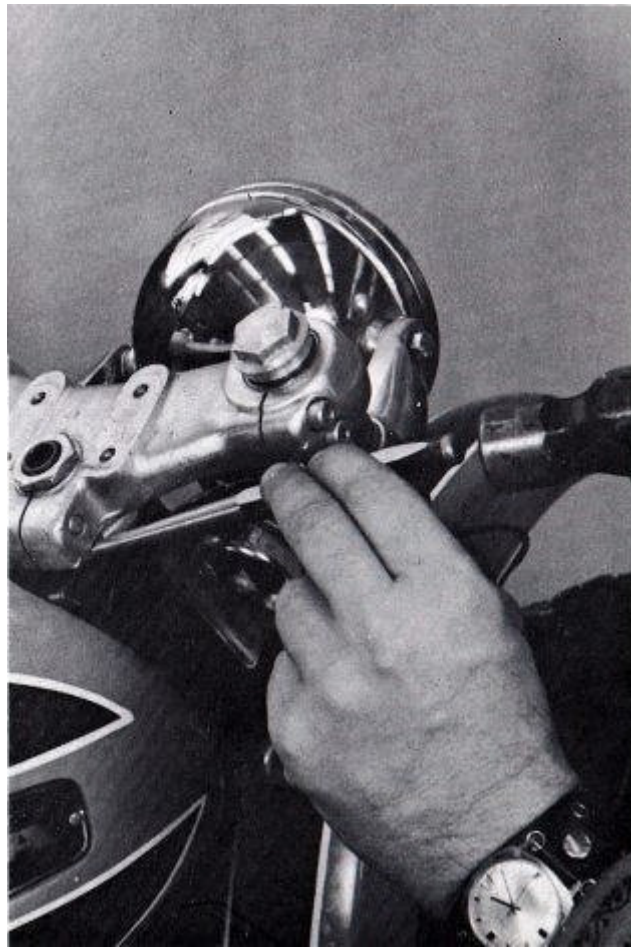

FIG. 187
25. Para ajustar los rodamientos de dirección, a su vez la columna de dirección tuerca collar 1 / 8 vuelta hacia la derecha golpeando con un mazo y la deriva. (Fig. 187) Compruebe la sensación de los cojinetes giratorios de nuevo por los tenedores de ida y vuelta. Si todavía están demasiado sueltas, gire la tuerca de otro 1 / 8 vuelta y comprobar el sentir. Repita este proceso hasta que el ajuste deseado. Golpear suavemente en la tija superior con un mazo de cuero crudo o de plástico. Apriete los cuatro tubos de 6 mm de tenedor Allen pernos de apriete de 10 libras / pie. torque. Apriete el eje de 8 mm de dirección perno sujetador Allen a 15 libras / pie. torque. Apretar la tuerca de 27 mm sobre la tija superior a 35 libras / pie. torque.